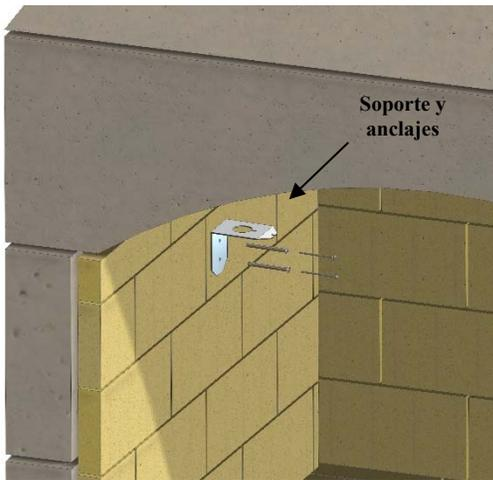

Figura 29. Instalar el soporte y los anclajes
C. Instalar el soporte hacia la parte delantera de la caja de fuego pared, a unos 30 cm por encima del suelo de la caja de fuego. El soporte capturará el cable de funcionamiento de la compuerta. Utilice una broca de mampostería de 1/4" para evitar grietas en el ladrillo refractario. Véase la figura 29.